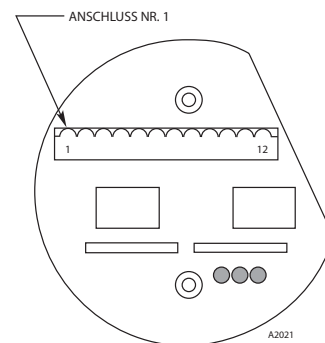
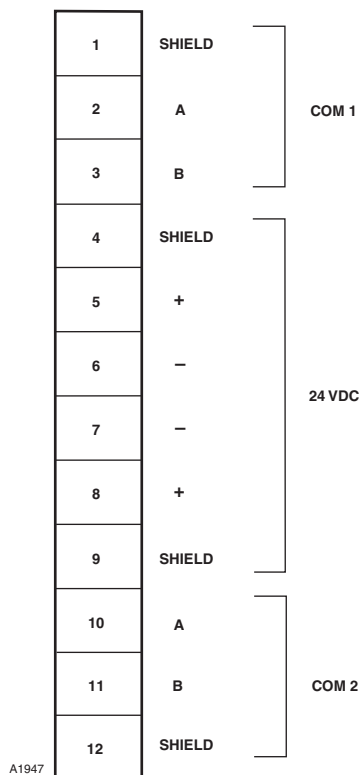

Abbildung 3-2 - Lage der Klemmleiste der Netzwerkerweiterung
Abbildung 3-3 - Kennzeichnung der Klemmleiste der Netzwerkerweiterung
2. Die Anschlussdrähte der 24-VDC-Spannungsversorgung und das Kommunikationsnetzwerkkabel an die Klemmleiste anschließen. (Die Lage der Klemmen ist in Abbildung 3-2, die Klemmleistenkennzeichnung in Abbildung 3-3 angegeben.)